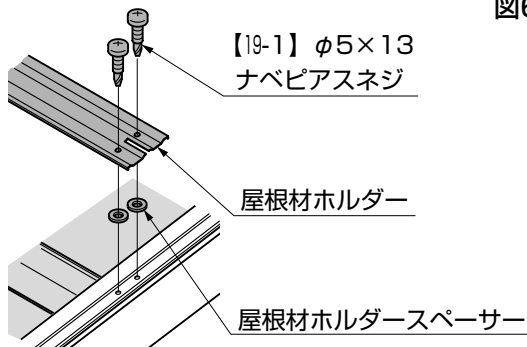
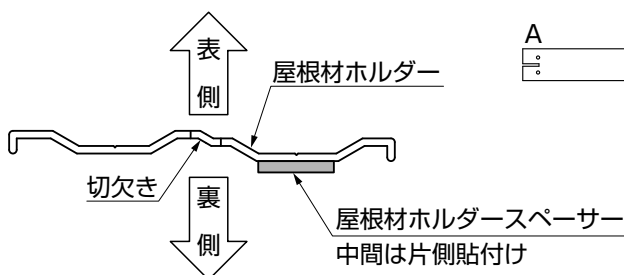

図6-7 A部詳細図
図6-8 屋根材ホルダー断面図
- 取付け前に屋根材ホルダー下面に屋根材ホルダースパースを貼付けてください。(端部:図6-7、中間:図6-8参照)